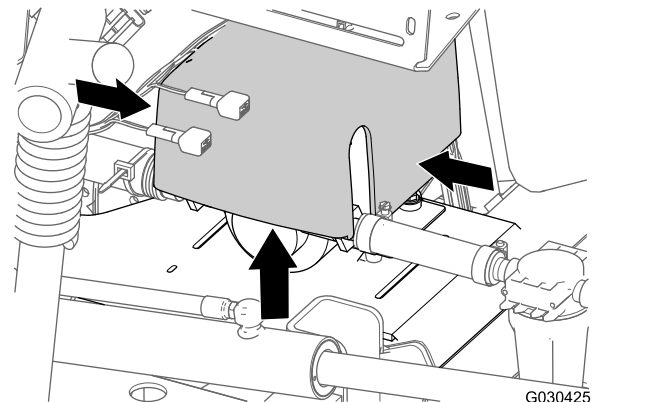

图5
1. 在机器的后部同时按下冲洗泵盖的两边向上提起泵盖直至泵盖的凸耳完全脱离鞍形板中的插槽然后将泵盖从机器中取出 图5。